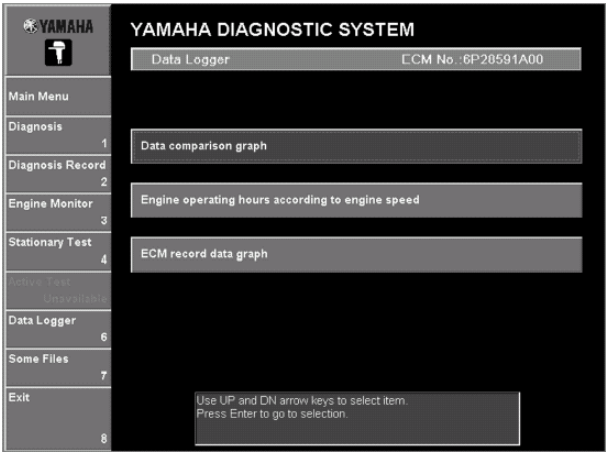

Рис. 108
1. Щелкнуть **График сравнения данных(Data comparison graph)** или выбрать нажатием клавиш курсора вверх или вниз на клавиатуре, и нажать клавишу Enter. (Рис. 108)
- 1. Щелкнуть по **Моточасы в зависимости от числа оборотов двигателя(Engine operating hours according to engine speed )** или выбрать нажатием клавиш курсора вверх или вниз на клавиатуре, и нажать клавишу Enter. (Рис. 108)
- 1. Щелкнуть **График данных записи ЕСМ(ECM record data graph )** или выбрать нажатием клавиши курсора вверх или вниз на клавиатуре, и нажать клавишу Enter. (Рис. 108)